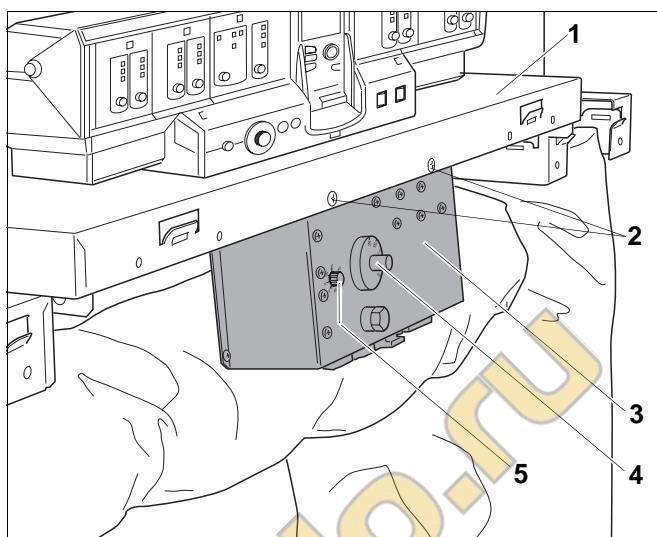

Рис. 63 Дополнительный регулятор HT3101E
- Закрепить дополнительный регулятор (рис. 63, **поз. 3**) спереди на передней крышке котла (рис. 63, **поз. 1**) двумя винтами с плоской головкой $3,9 \times 9,5$ (рис. 63, **поз. 2**) и зубчатыми шайбами для заземления.
- Установить нужную температуру на регуляторе температуры (рис. 63, **поз. 4**).
- Установить время (рис. 63, **поз. 5**), по истечении которого закрывается кольцевой дроссельный клапан ведомого блока, после чего ведомый блок отключается (ориентировочное значение 30 минут).